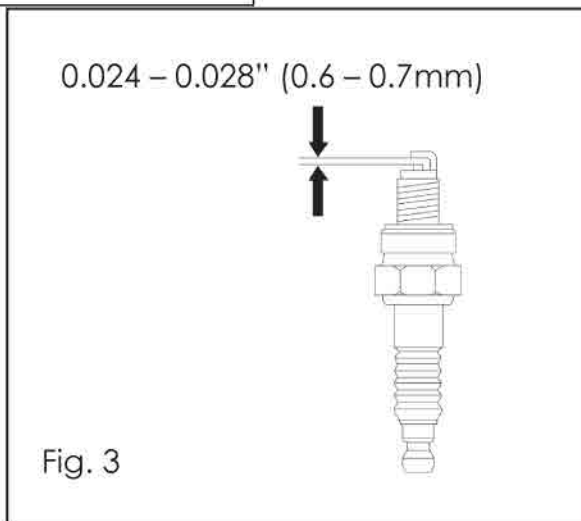

Fig. 3
- Laissez l'élément filtrant sécher complètement. Une fois sec, appliquez une goutte d'huile moteur sur l'élément filtrant. Pressez l'élément (Fig. 3) pour répartir l'huile uniformément.
4. Utilisez un calibre à bougie pour mesurer l'écartement de la bougie (Fig. 3). L'écartement doit être de 0.024 – 0.028" (0.6 – 0.7mm). Vous pouvez ajuster l'écartement en ajustant l'électrode latérale.
6. Versez 0,5 once (15 ml) d'huile neuve dans la chambre de combustion. Calez lentement le moteur en tirant deux fois sur la poignée de démarrage (Fig. 3) pour répartir l'huile et enduire le cylindre. Revissez et serrez la bougie d'allumage une fois terminé.